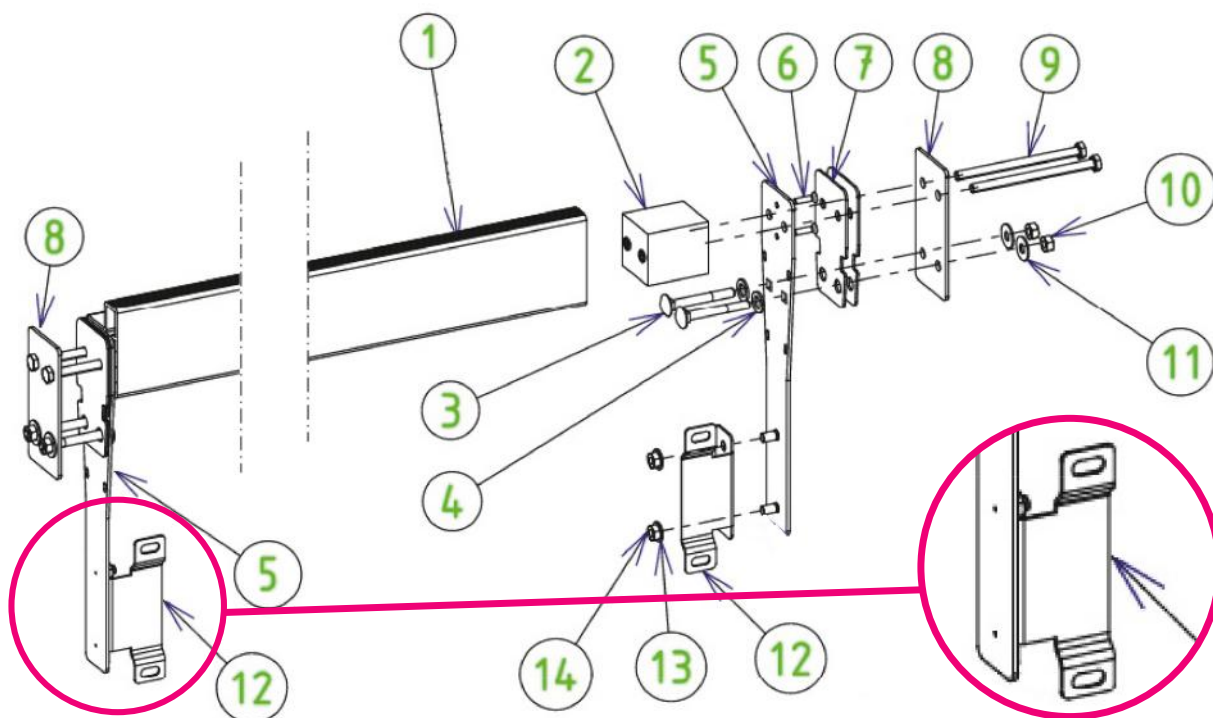

Figure 42 – Montage en installatie van de steunbalk
De montagestappen voor de steunbalk worden weergegeven in *Figure 42*. De benodigde schroeven voor deze montage bevinden zich in zak Y. In deze Figuur bevindt de houten wand zich tussen stuk 7 en 8 en de liner bevindt zich tussen de twee rubberen afdichtingen (7).
Monteer de twee steunen van de scheidingswanden (12) op de platen (5) door middel van de vier rvs bouten (14) en de vier sluitringen (13) met een diameter van 8 mm A4. De vooruitstekende delen met sleuven (12) moeten zich aan dezelfde kant van de steunbalk bevinden (zie zoom in *Figure 42*).
Bevestig tot slot de scheidingswand op de steunen (stuk 12 in *Figure 42*) met vier Parker schroeven (7) 8×16 , vier sluitringen en vier rvs moeren met een diameter van 8 mm A4.